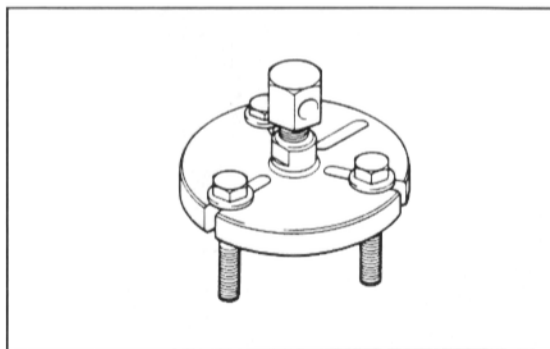

Bild 114
- Mit Spezial-Abzieher (Bild 114) Freilaufgehäuse abziehen.